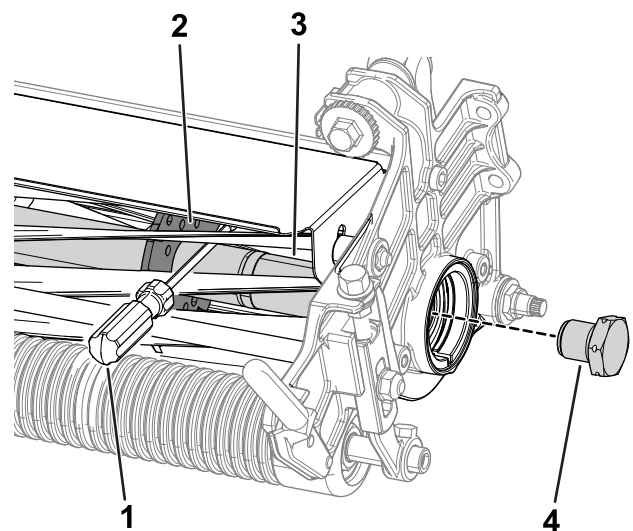

Figura 28
- Introducere un levier lung cu mâner (dimensiuni recomandate 95 mm x 304 mm, cu mâner de urubelniță) prin partea din față a cilindrului de tăiere, cât mai aproape de unitatea de tăiere pe care o vei strânge (Figura 28).
- Poziționezi levierul pe partea sudată a plăcii de susinere a cilindrului (Figura 28).